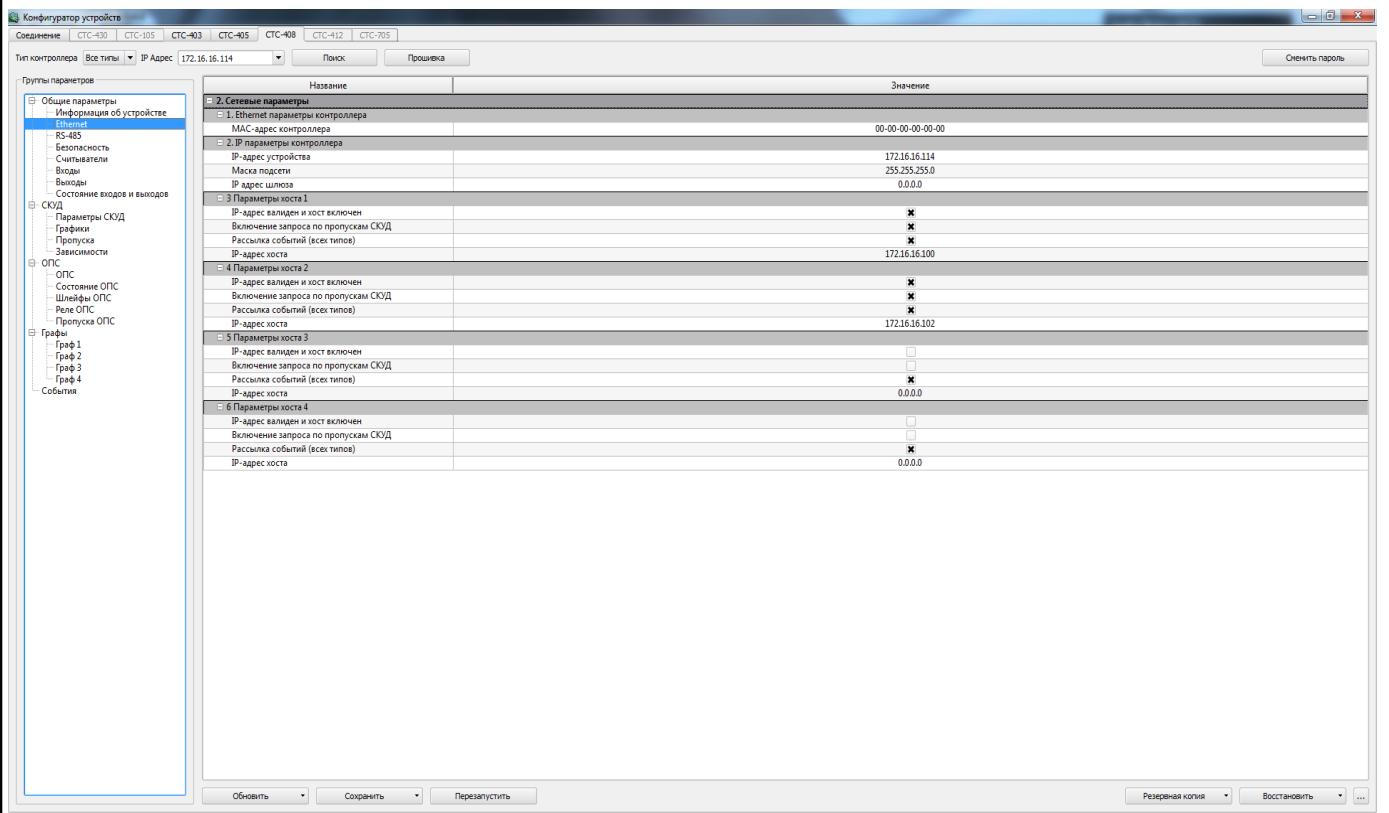

Рисунок 11
*В данной подгруппе возможно изменение сетевых параметров контроллера (рисунок 11).*